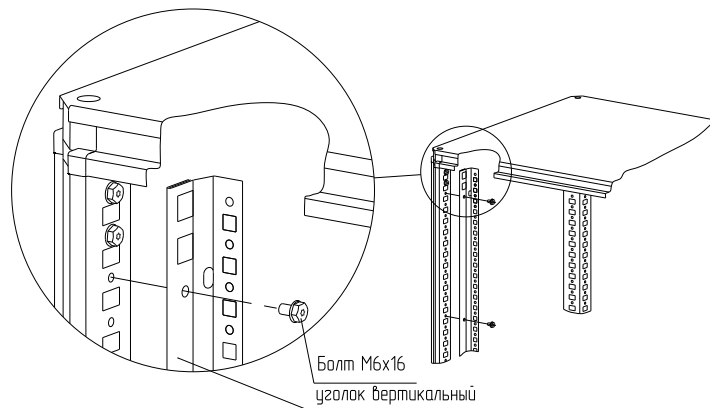

Рисунок 19
4.9.2 Закрепите уголок вертикальный на стойке 1 профиля в дверном проёме семью болтами М6× 16 (рисунок 19). Момент затяжки – 7 Н·м. Болты приобретаются отдельно.